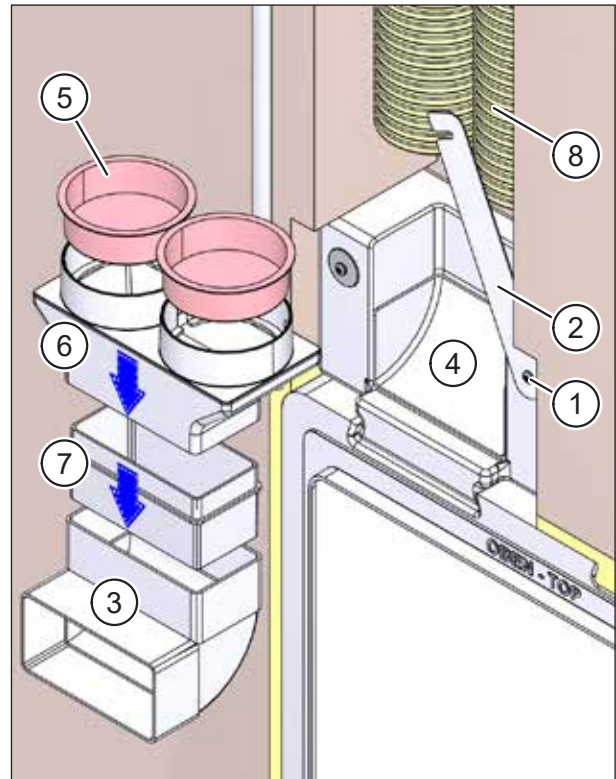

Abb. 27: Flexrohr-Verbindungsstücke zusammensetzen und Flexrohre ablängen
- ▶ Lockern Sie die beiden Kreuzschlitzschrauben (Pos. 1 in Abb. 27) und klappen Sie den Riegel (Pos. 2 in Abb. 27) nach oben.
- ▶ Nehmen Sie den Flachkanal-Winkel (Pos. 3 in Abb. 27) aus dem Kanalanschlussadapter (Pos. 4 in Abb. 27).
- ▶ Entfernen Sie die roten Schutzdeckel (Pos. 5 in Abb. 27) auf dem Flexrohradapter (Pos. 6 in Abb. 27) M-WRG-FRA75 (Art.-Nr. 5056-00/75) oder M-WRG/FRA63 (Art.-Nr. 5056-00/63).
- ▶ Setzen Sie den Formstückadapter M-WRG-FSA lang, Art.-Nr. 5375-00 (Pos. 7 in Abb. 27), in den Flachkanal-Winkel (Pos. 3 in Abb. 27) ein.
Achten Sie darauf, dass Sie den Formstückadapter so einsetzen, dass die kurze Seite nach oben zeigt (siehe Pos. 7 in Abb. 27).
- ▶ Setzen Sie den Flexrohradapter (Pos. 6 in Abb. 27) auf den Formstückadapter (Pos. 7 in Abb. 27) auf und dichten Sie die Verbindungsstelle mit einer Lage Dichtband von 30 mm Breite ab.
- ▶ Setzen Sie die zusammengesetzten Flexrohr-Verbindungsstücke (Pos. 3, 6 und 7 in Abb. 27) probeweise in den Kanalanschlussadapter (Pos. 4 in Abb. 27) ein.
- ▶ Kürzen Sie die Flexrohre (Pos. 8 in Abb. 27) so weit, dass sich diese in den Flexrohradapter (Pos. 6 in Abb. 27) einsetzen lassen.